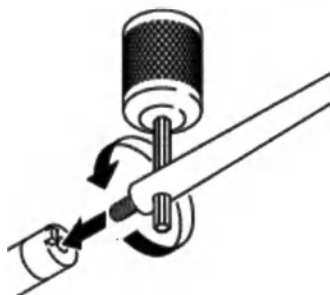

Рисунок 5. Вставка ключа и поворот по часовой стрелке
2. Зажать ручную лезвие, затем вставить торцевой ключ через отверстие для дополнительного рычага при вращении лезвия по часовой стрелке до надежной фиксации. См. Рисунок 5.